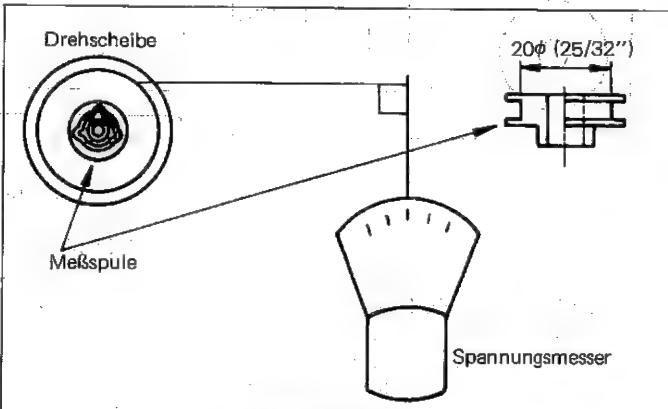

Abbildung 36-2
■ DREHMOMENTPRÜFUNG IN DER VÖRLAUF(WIEDERGABE)-/SCHNELLVÖRLAUF- UND RÜCKSPUL-BETRIEBSART (Siehe Abbildung 36-2.)